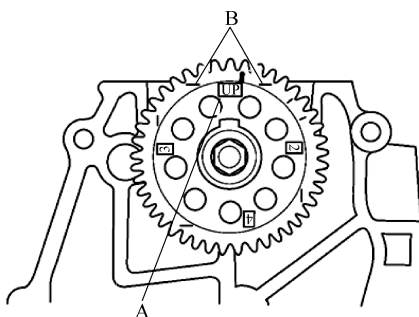

图 2-125 设置 1 号活塞于 TDC 位置
2) 将 1 号活塞置于上止点(TDC)位置。凸轮轴链轮上的一个“向上”标记(A)应位于顶部，且凸轮轴链轮上的 TDC 冲印标记(B)应与缸盖的顶部边缘对齐，见图 2-125。